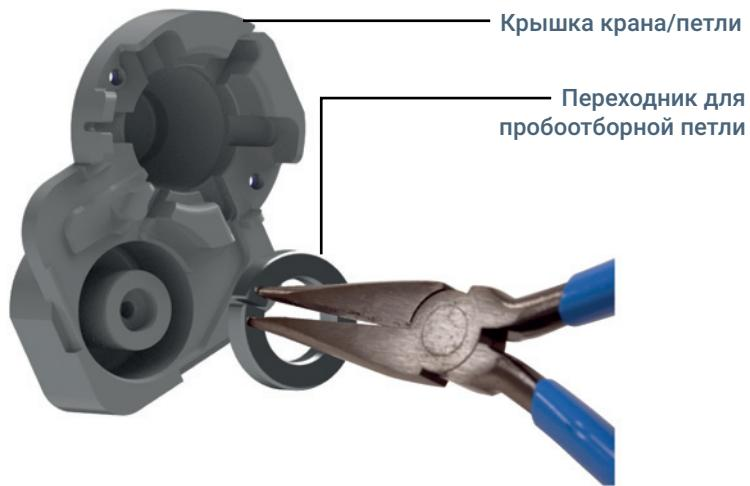

Рис. 22. Извлечение адAPTERА пробоотборной петли (показана модель G4556-20178) из крышки петли
- a Захватите адAPTER пробоотборной петли остроносыми плоскогубцами в местах, показанных на **Рис. 22**.
- b Сожмите плоскогубцы и аккуратно вытяните адAPTER пробоотборной петли из блока или крышки, как показано на **Рис. 22**.